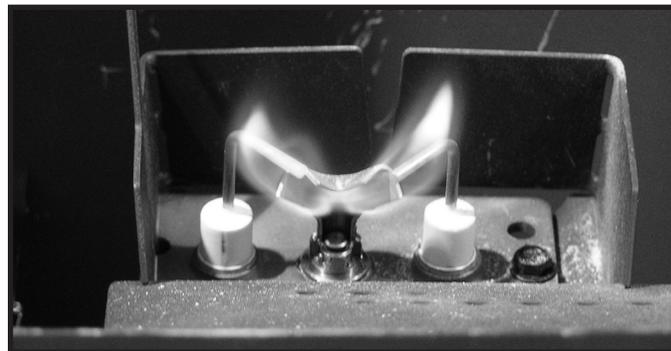

Figure 4.1. Comportement de la flamme de la veilleuse IPI
- Inspectez la qualité du comportement de la flamme de la veilleuse. Voir la figure 4.1 pour le bon comportement de la flamme de la veilleuse. Nettoyez ou remplacez la tête d'injecteur à filetage mâle si nécessaire.